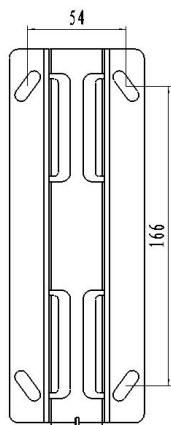

Fig.1
3. Utilisez le support de montage comme modèle pour marquer la position des vis et percez quatre trous dans le mur. Fig. 1